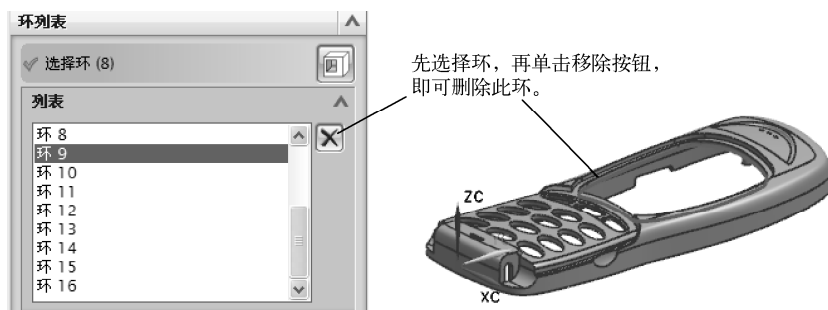

图 4-18 移除环
(1) 将【类型】设为【面】，然后在图形窗口中选择封闭环所在的面，系统将自动搜索面内的封闭环，同时将结果呈现在图形窗口和列表中，如图 4-18 所示。凡是没有封闭环的面，或者封闭环不完全在一个面内的面均会被系统过滤，不能被选择。
在列表中选择某个封闭环，以便在图形窗口中高亮显示，如果想移除这个封闭环，单击【移除】按钮，即可移除所选择的环，如图 4-18 所示。